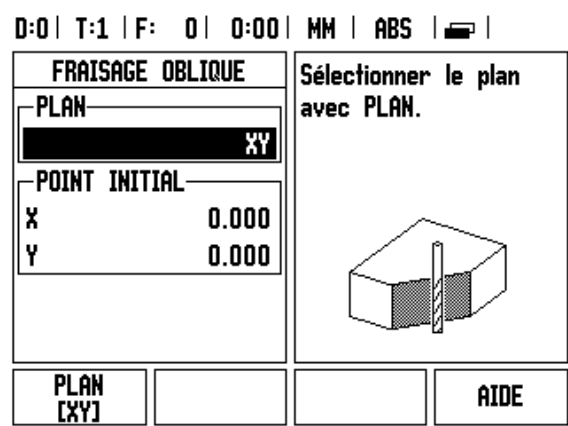
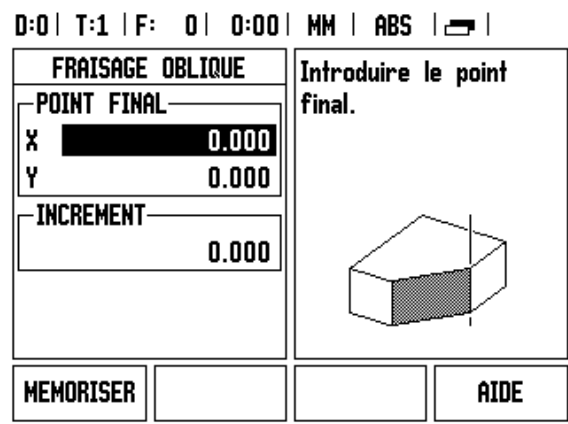

Fig. I.43 Masque d'introduction: Plan
Fig. I.44 Masque d'introduction: Point final
Masque d'introduction: Cf. Fig. I.43 et Fig. I.44.
**Exemple: Vous ouvrez le formulaire d'introduction des données avec la touche FRAISAGE OBLIQUE:** (cf. Fig. I.43).